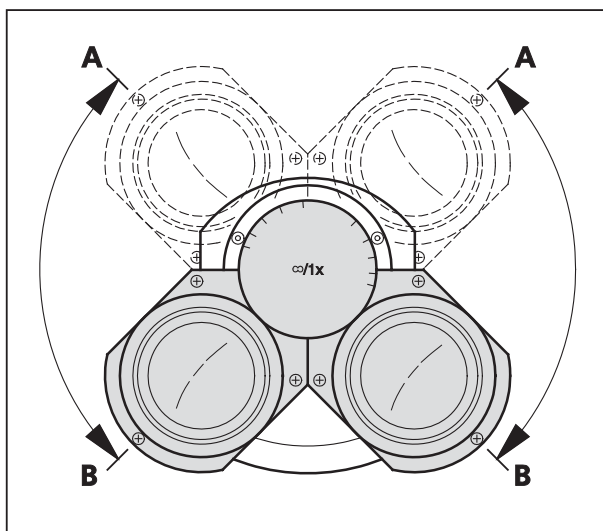

**Fig. 3-34** Réglage de l'écart interpupillaire sur le tube binoculaire
- Écartez ou rapprochez les deux moitiés du tube binoculaire de manière symétrique pour adapter leur écartement à votre écart pupillaire (Fig. 3-34).